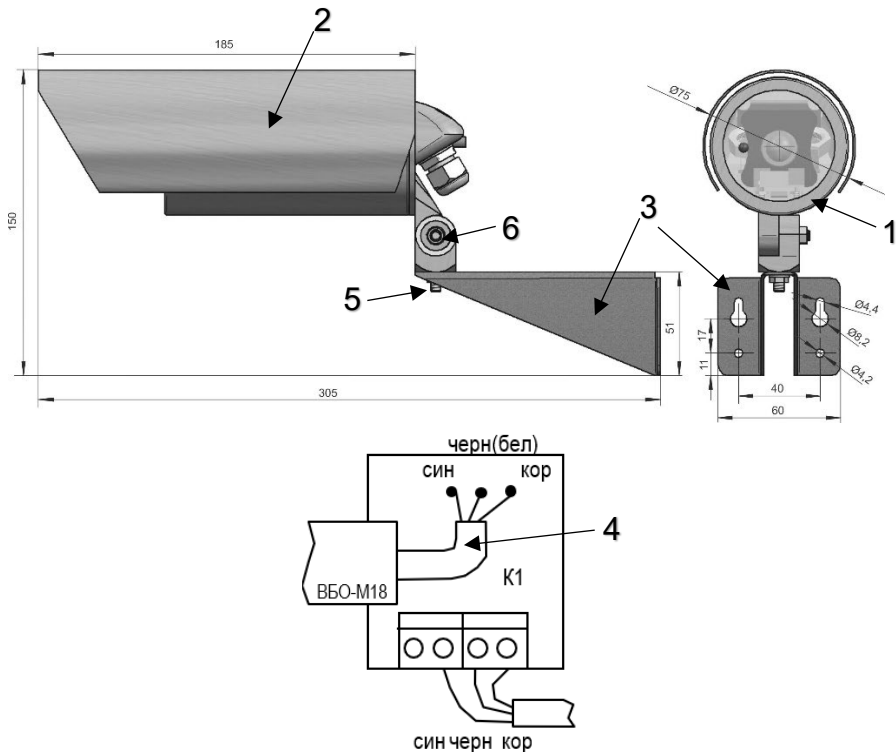

Рисунок 1 - Внешний вид и габаритные размеры
5.1.1 Вывернуть защитный кожух 1 корпуса (рисунок 1).
5.1.2 Разместить в термокожухе возле стекла пакет с силикагелем, предварительно сняв с него полиэтиленовую упаковку. При необходимости, подключить кабель 4 (рисунок 1) к клеммной колодке К1 в соответствии с Таблицей 3.
5.1.2 Закрепить кронштейны 3 (рисунок 1) в местах установки излучателя и приёмника.
5.1.2 Надеть на термокожухи излучателя и приёмника солнцезащитные козырьки 2 (рисунок 1).
5.1.3 Установить на кронштейны 3 и закрепить винтами 5 (рисунок 1) излучатель и приёмник.
5.2.2 Ослабить регулировочный винт 6 (рисунок 1) кронштейна приёмника, направить приёмник на излучатель, затянуть винт.